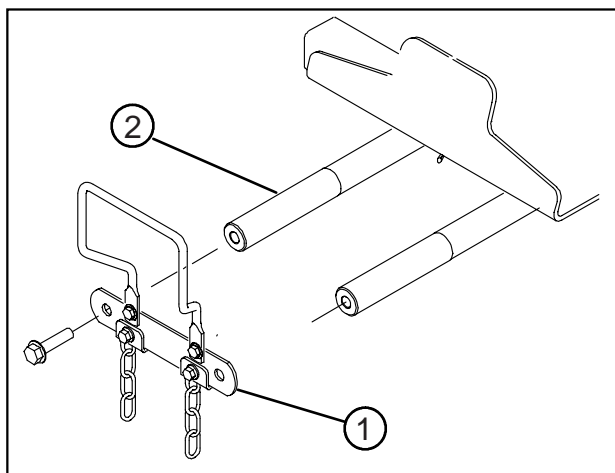

図 12
前昇降アームを取り付ける（図12～15）
1. 昇降アームのピボット・シャフト・リンクとピボット・シャフトを分離する（キャップスクリュ2個を外す；図12）。リンクとキャップスクリュは保管する。